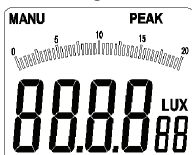

Figura 5-1-2B
- Mantenga pulsada la tecla “REL/PEAK” durante un breve periodo de tiempo, el instrumento entrará en el modo de medición del valor pico. En la parte superior derecha de la pantalla aparecerá el mensaje “PEAK” y al mismo tiempo en la parte superior izquierda de la pantalla aparecerá el mensaje “MENU” (tal como se muestra en la figura 5-1-2B).